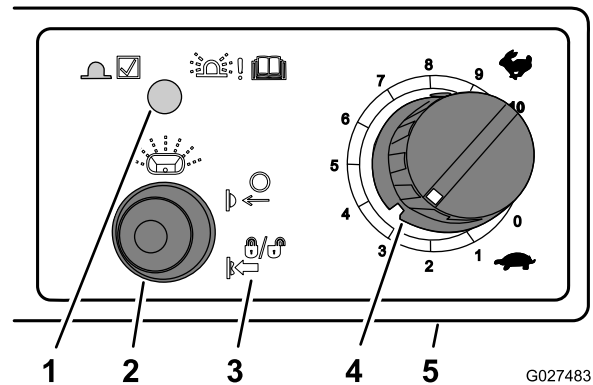

Figure 32
- Réglez la commande de vitesse de turbine à au débit d'épandage approprié puis poussez la commande marche/arrêt de la turbine à la position MARCHE (Figure 32).
marche/arrêt pendant 5 secondes (Figure 32).